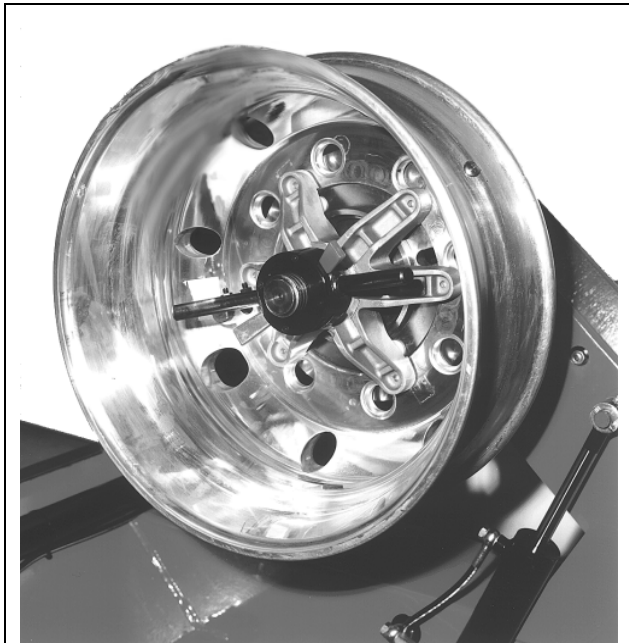

Abb.19
E. Die Spannfutterwelle in Abhängigkeit von der Lage des Felgenflansches positionieren (Abb.19 - 20).